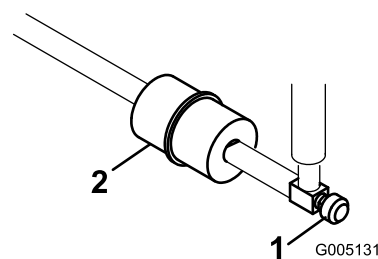

Figura 47
El tubo de combustible lleva incorporado un filtro en línea entre el depósito de combustible y el carburador (Figura 47). Asegúrese de que la flecha del filtro apunta hacia el carburador.
- Cierre la válvula de cierre de combustible, afloje la abrazadera en el lado del carburador del filtro y retire el tubo de combustible del filtro (Figura 47).
- Coloque un recipiente debajo del filtro, afloje la otra abrazadera y retire el filtro (Figura 47).